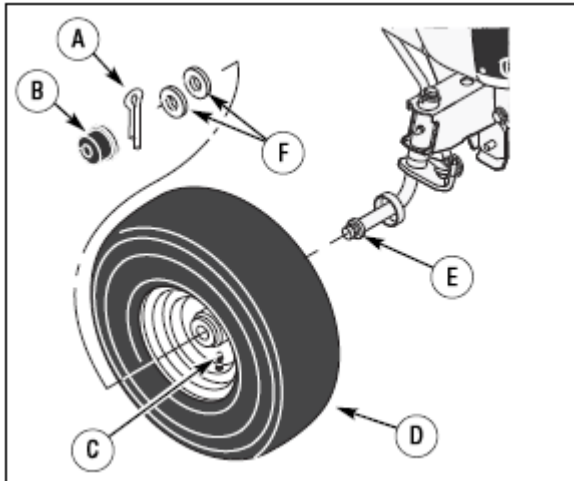

Рис. 39:
1. Устанавливать штоком клапана наружу. Наденьте колесо на ось (рис. 39).